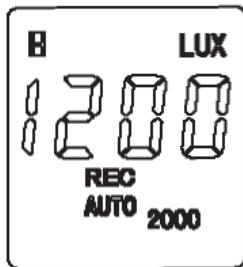
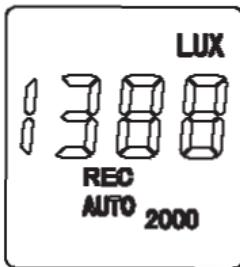

Рис.6
Рис.7
9. Функция автоматической записи. Для активации функции записи зажмите и удерживайте кнопку «REC» и нажмите на кнопку «MODE». На экране высветятся значки «AUTO» и мигающие значки «REC» и «H». Прибор показывает что активен режим задержки записи данных основан на установленном параметре от 1 до 60 секунд.(Рис.6) Когда значок «H» перестает мерцать на экране прибора, время задержки истекает, включается режим записи полученных данных. (Рис.7) Запись начинается в соответствии с предустановленными параметрами.